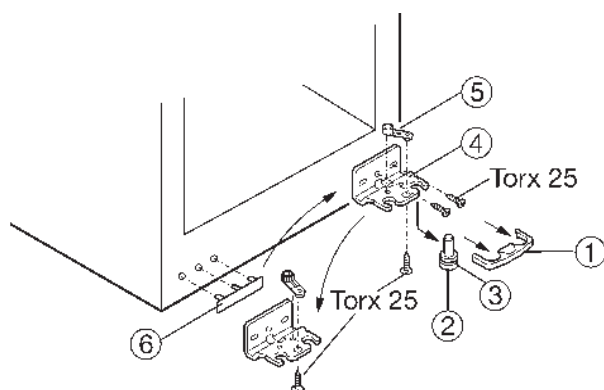

Рис. 4
- ▶ Снимите нижнюю крышку, сдвигая ее вперед (рис. 4, (1))
- ▶ Выньте шарнирный болт (рис. 4, (2)), переместив его вниз и вперед. При этом обратите внимание на втулку шарнира (рис. 4, (3)).
- ▶ Отверните винты крепления элемента петли (рис. 4, (4)).
- ▶ Отверните опорный элемент (рис.4, (5)), переставьте его в противоположное место крепления и надежно закрепите снова.
- ▶ Аккуратно снимите крышку, находящуюся со стороны ручки двери (рис.4, (6)), и переставьте ее на противоположную сторону.
- ▶ Прикрепите элемент петли (рис. 4, (4)) на новом месте через внешнее овальное отверстие и круглое отверстие с помощью обычной отвертки.
- ▶ Вставьте снизу шарнирный болт (рис. 4 (2)) с втулкой шарнира (рис. 4 (3)) в элемент петли и опору двери.
- ▶ При необходимости выровняйте положение двери с помощью двух овальных отверстий в элементе петли (рис. 4 (4)), затем затяните винты.
- ▶ Установите крышку (рис. 4 (1)) на место.